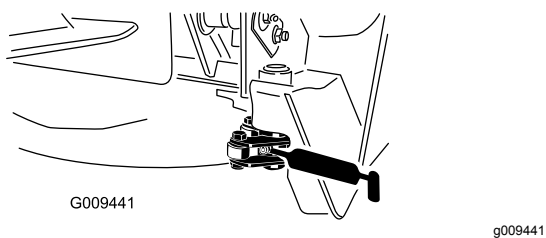

Figura 62
- 2 perni orientabili del fermo (Figura 62)